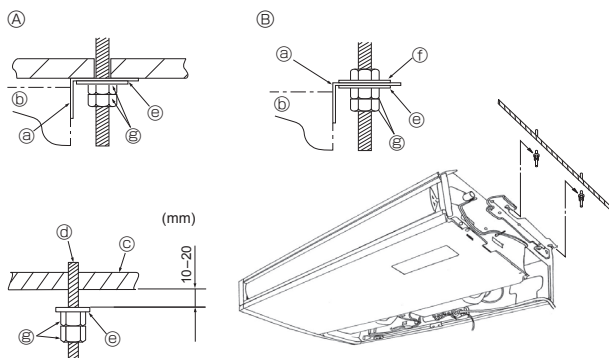

Fig. 3-5
3.3. Ugradnja unutarnje jedinice (Fig. 3-5)